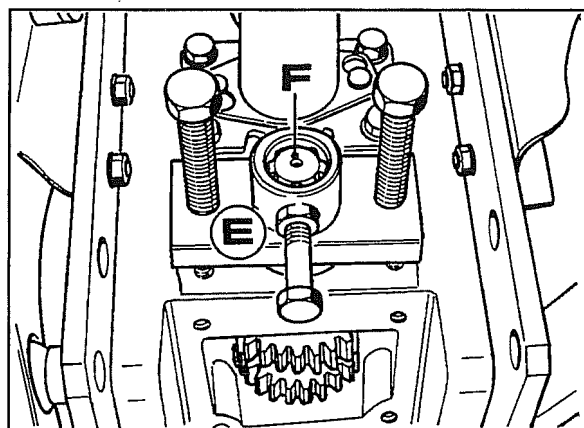

Fig. 3
4. Inserire la presa di forza sincronizzata tramite il comando situato di fianco alla leva del freno a mano, quindi con l'utilizzo dell'attrezzo **E** fig. 3, estrarre l'albero **F** della presa di forza sincronizzata.